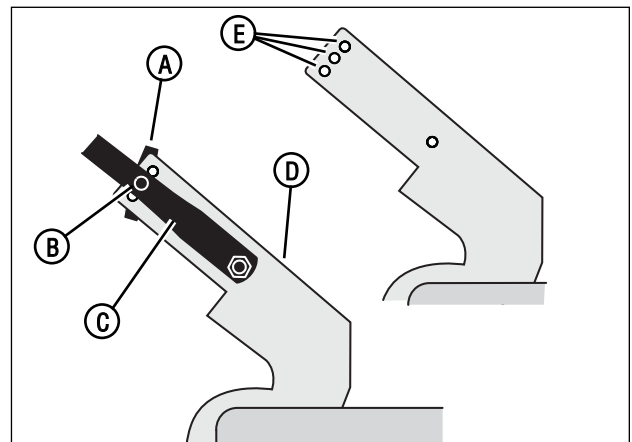

Figura 6: Posiciones del asidero (los modelos de ruedas altas)
1. Remueva las tuercas de orejas (A, Figura 6) y los pernos (B) de los soportes (C) derecho e izquierdo del asidero.
2. Para elevar el asidero, monte el asidero inferior (D, Figura 6) en un orificio de ajuste más alto (E).